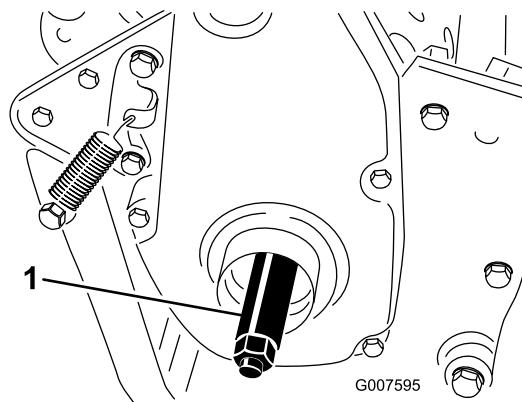

図7
3. 機体右側にある駆動ブーリのねじ穴に、右側ホイールシャフトを取り付ける図7。